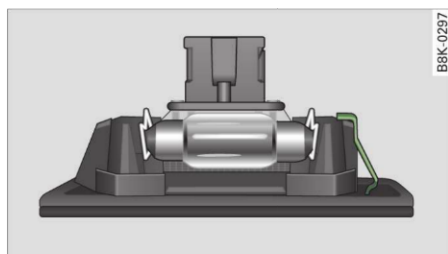

Fig. 283 Lampa numărului de înmatriculare: suport
- Introduceți prima dată partea cu elementul de susținere ⇒ fig. 283 și apoi apăsați lampa în locaș.